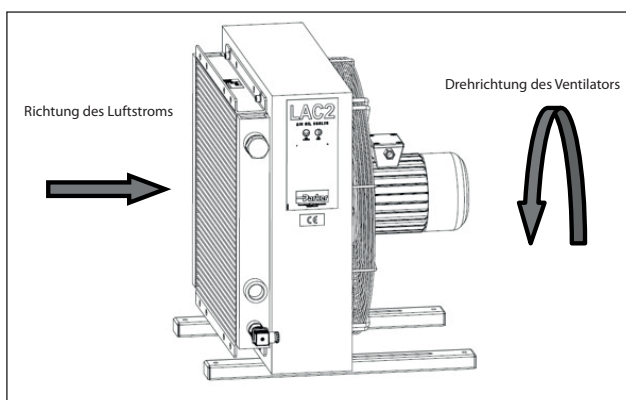

Abb. 25
6. Während des Betriebs ist zu prüfen, ob bei Einschaltung des Ventilators die Drehrichtung und der Luftstrom dem Schema in Abb. 25 entsprechen.